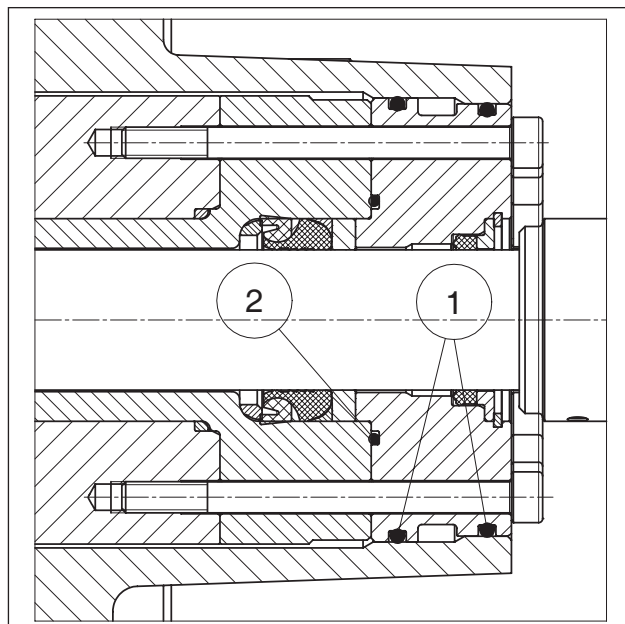
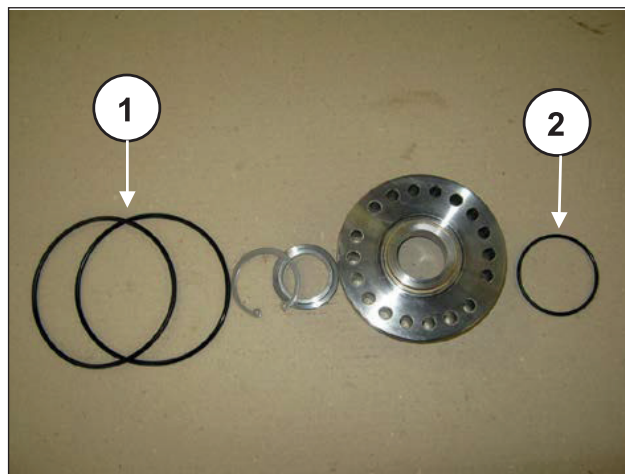

Fig. 206
Fig. 207
Montar el grupo de soporte de las juntas (Fig. 206 y Fig. 207) sustituir los componentes ① y ②.